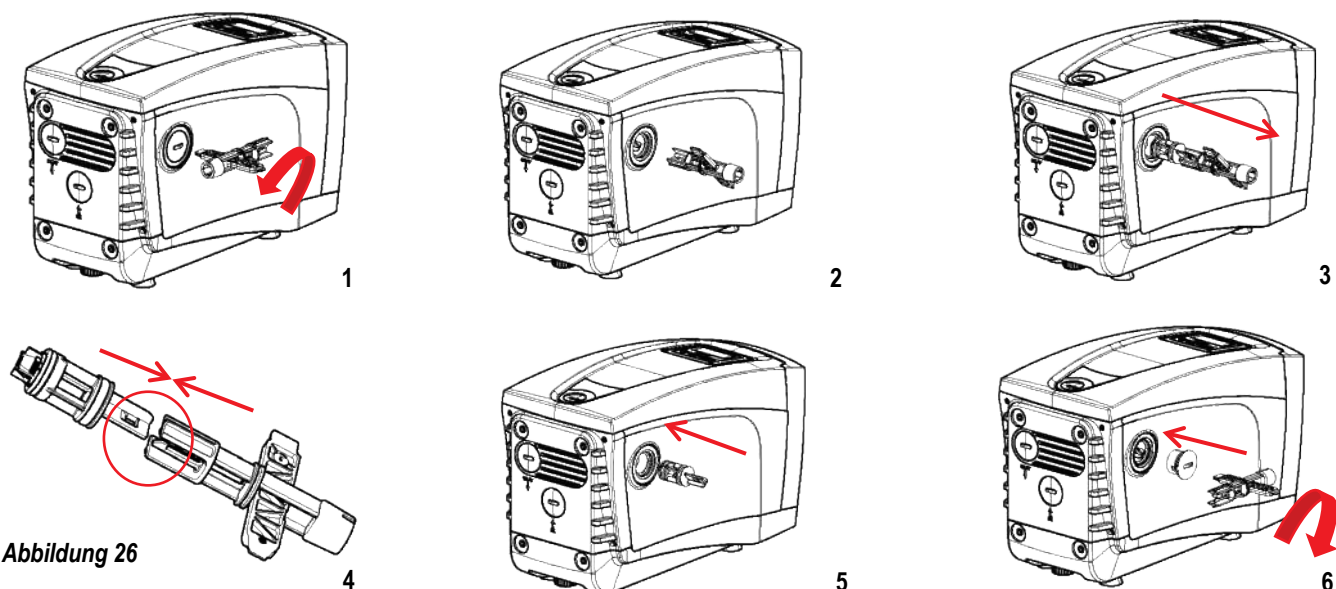

Abbildung 26
Das Gerät verfügt über ein integriertes Rückschlagventil, das für den korrekten Betrieb erforderlich ist. Feststoffe oder Sand im Wasser können zu Betriebsstörungen des Ventils oder des Gerätes führen. Dennoch wird empfohlen, klares Wasser zu verwenden und eventuell EingangsfILTER vorzusehen, falls eine Anomalie in der Funktionsweise des Rückschlagventils festgestellt wird. Dieses kann auf folgende Weise aus dem Gerät genommen und gereinigt werden (abb. 26):
1. Den Zugabdeckel an der Motorwelle wie in Abb.26 dargestellt entfernen;